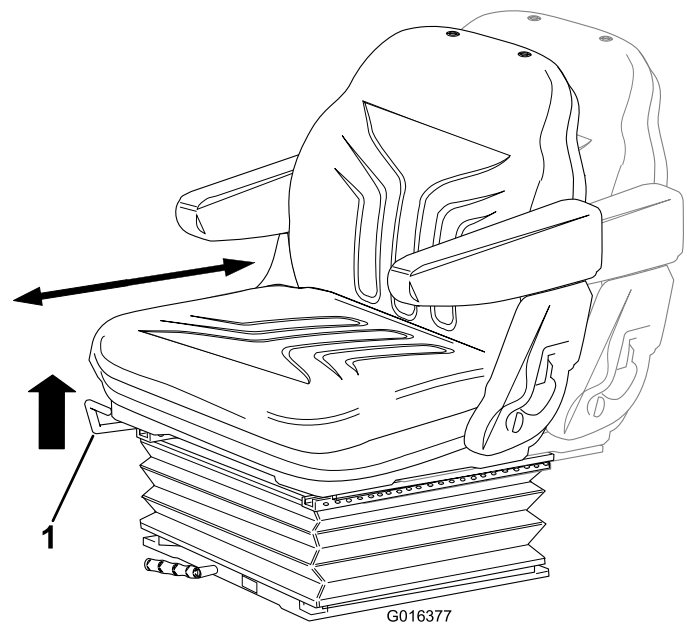

Figura 11
- **Ajuste longitudinal:** Mova a alavanca para cima para ajustar a posição longitudinal do banco. Solte a alavanca para bloquear o banco nessa posição (Figura 11).